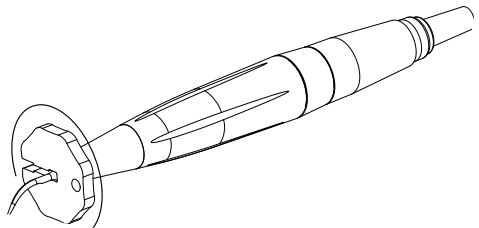

Abb. 5 Festziehen der Spitze mit Schraubenschlüssel
3. Die Spitzen vor Gebrauch sterilisieren (Kapitel 5 „Sterilisation und Ersatzteile“). Die ausgewählte Spitze aufsetzen und mithilfe des mitgelieferten Schraubenschlüssels nur mäßig anziehen (**Abb. 5 unten**).